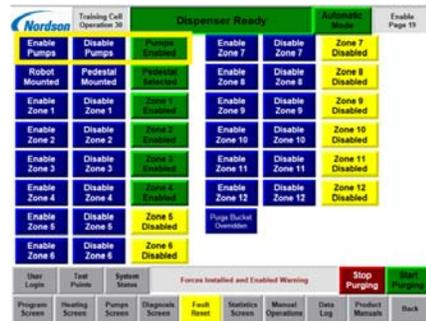

Figure 18 Écran Devices Enabled (dispositifs activés)
23. Appuyer sur le bouton *Disable Pumps* (Désactiver pompes) du contrôleur pour désactiver la ou les pompes. Appuyer sur le bouton *Enable Pumps* (Activer pompes) du contrôleur pour activer la ou les pompes et permettre le téléversement des paramètres vers le contrôleur. Voir la Figure 18.
- Appuyer sur le bouton *Disable Pumps* (Désactiver pompes) du contrôleur pour désactiver la ou les pompes. Appuyer sur le bouton *Enable Pumps* (Activer pompes) du contrôleur pour activer la ou les pompes et permettre le téléversement des paramètres vers le contrôleur. Voir la Figure 18.